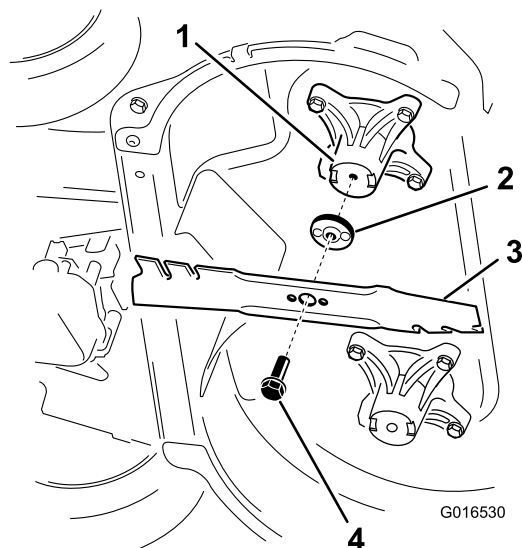

Figure 45
2. Déposez chaque lame comme montré à la Figure 45.
1. Montez la première lame de sorte qu'elle soit horizontale, et reposez toutes les fixations, comme montré à la Figure 45.